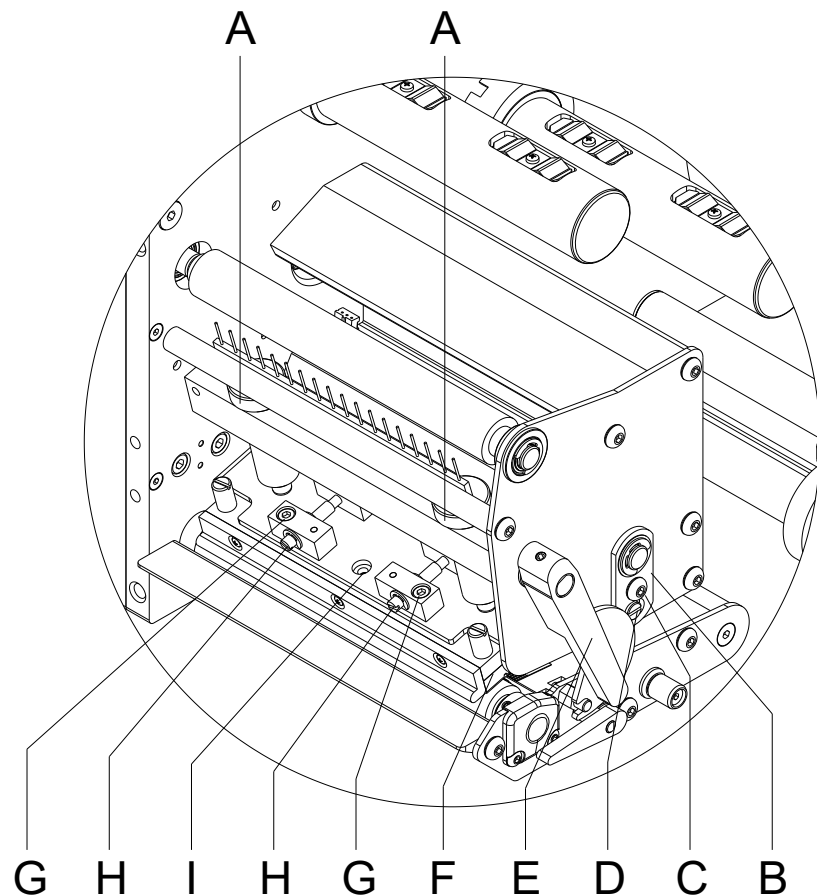

Abbildung 18
Falls nach Einstellen der Parallelität kein gleichmäßig starker Druck über die gesamte Druckbreite vorliegt, kann mit dem Stellblech (B, Abbildung 18) ein Ausgleich geschaffen werden.
1. Schraube (C, Abbildung 18) ca. ¼ Umdrehung lösen.
2. Exzenterbolzen (D, Abbildung 18) drehen, um einen Druckausgleich zu schaffen und solange nachstellen, bis ein gleichmäßiges Druckbild vorliegt.
3. Schraube (C, Abbildung 18) wieder anziehen.
Der Kopfandruck kann mit den Schrauben (A, Abbildung 18) an der Innen- bzw. Außenseite des Druckkopfes verändert werden. Eine Erhöhung des Kopfandrucks führt auf der entsprechenden Seite zu einer Verbesserung der Druckbildschwärzung und zu einer Verschiebung des Bandlaufs in die entsprechende Richtung.
1. Andruckschrauben (A, Abbildung 18) drehen, um den Druckkopfandruck zu verändern.
2. Drehen der Andruckschrauben (A, Abbildung 18) bis an den Anschlag im Uhrzeigersinn ergibt eine Andruckerhöhung von 10N gegenüber der Werkseinstellung.
3. Drehen der Andruckschrauben (A, Abbildung 18) genau eine Umdrehung vom Rechtsanschlag gegen den Uhrzeigersinn, ergibt die Werkseinstellung.